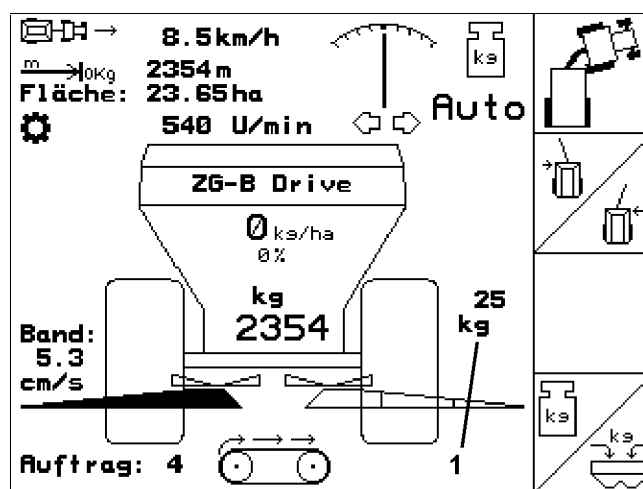

Fig. 48
- En el Menú de Trabajo se indica la cantidad esparcida (Fig. 48/1).